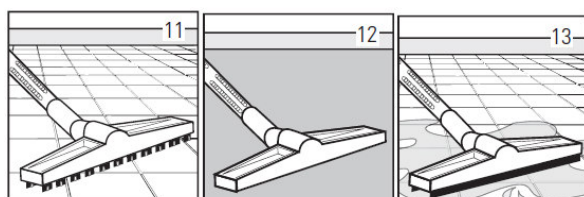

Abb. 12: Betrieb
- Schritt 1: Textilfilter in Behälter einsetzen (Pos. 1, Abb. 12)
- Schritt 2: Papierfilter auf den im Gerät befindlichen Stutzen schieben (Pos. 14, Abb. 12).
- Schritt 3: Motorkopf auf Behälter setzen und mit Klammern befestigen (Pos. 3, Abb. 12)
- Schritt 4: Schlauch am Saugstutzen anschließen (Pos. 4, Abb. 12)
- Schritt 5: Saugrohr auf Saugschlauch stecken (Pos. 5, Abb. 12)
- Schritt 6: Entsprechendes Zubehör auswählen und anschließen (Pos. 6, Abb. 12).
- Schritt 7: Stecker in Steckdose stecken, dann Gerät einschalten (Pos. 7, Abb. 12)
- Beispiel für den Gebrauch der Fugendüse (Pos. 8, Abb. 12)
- Beispiel für den Gebrauch der Rundbürste (Pos. 10, Abb. 12)
- Beispiel für den Gebrauch der Bürste für Bodenreinigung (Pos. 11, Abb. 12)
- Beispiel für den Gebrauch der Bürste für Teppichreinigung (Pos. 12, Abb. 12)
- Schritt 1: Textilfilter abnehmen (Pos. 2, Abb. 12)
- Schritt 2: Motorkopf auf Behälter setzen und mit Klammern befestigen (Pos. 3, Abb. 12)
- Schritt 3: Schlauch am Saugstutzen anschließen (Pos. 4, Abb. 12)
- Schritt 4: Saugrohr auf Saugschlauch stecken (Pos. 5, Abb. 12)
- Schritt 5: Anschluss der Wassersaugdüse L (Pos. 6, Abb. 12)
- Schritt 6: Stecker in Steckdose stecken, dann Gerät einschalten (Pos. 7, Abb. 12)
- Beispiel für den Gebrauch der Wassersaugdüse (Pos. 13, Abb. 12)